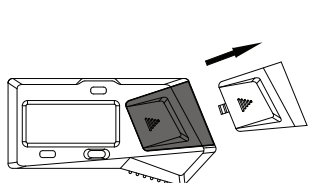

fig.1
---Retire la tapa de la pila (fig.1)